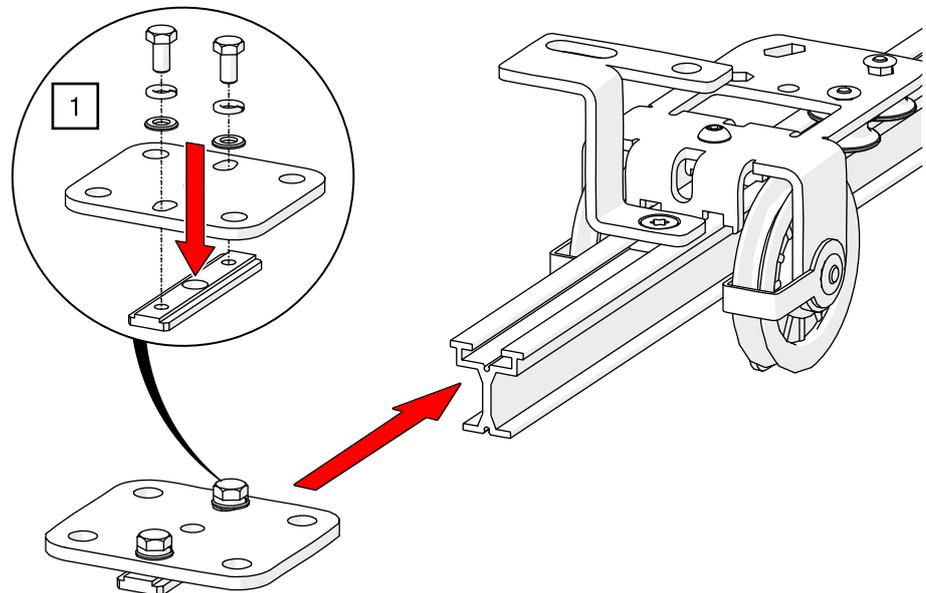

Abb. 114: Manueller Antrieb ROPE-DRIVE – Montageplatte vormontieren
1. Montieren Sie die Montageplatte mit zwei M8-Sechskantschrauben sowie den passenden Unterlegscheiben und Federringen lose vor und schieben Sie diese auf das Schienenprofil direkt hinter die Ableitrolle (siehe Abb. 114).